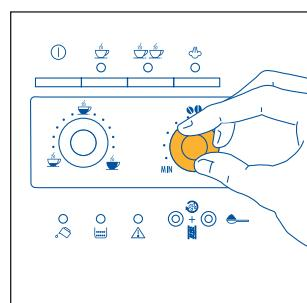
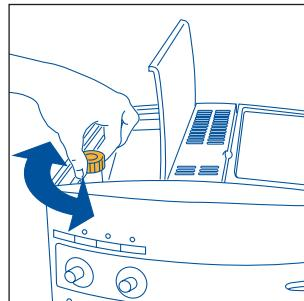

Fig. 7
Fig.17
- 2) 2) Reguler bryteren til høyre (fig. 7) for å stille inn ønsket smak på kaffen. Jo mer du vrir med urviserne, desto flere kaffebønner vil maskinen kverne og desto sterkere blir kaffen. Ved første gangs bruk må du prøve deg fram ved å lage flere kopper kaffe for å finne ut riktig innstilling av bryteren. Pass på ikke å vri for mye med urviserne, siden dette kan føre til at utslippet av kaffen blir for sent (dråper), spesielt hvis man ønsker å lage to kopper kaffe.
MERKNAD 1: Hvis kaffen renner ut i dråper eller ikke renner helt ut, må du vri knotten for regulering av kverningen (fig. 17) et hakk med urviseren (se avsnitt 6). Vri knotten ett hakk om gangen til kaffen strømmer riktig ut
MERKNAD 2: Hvis kaffen renner alfor fort ut og du ikke er fornøyd med skummet på kaffen, vri bryteren litt mot høyre (fig. 7) med urviseren. Gjør flere forsøk og lag mer enn én kaffe for å finne knottens ideelle posisjon. Pass på at bryteren ikke vris for mye med urviseren, idet det er fare for at vannet renner alfor sakte ut av maskinen (i dråper), spesielt hvis du ønsker to kopper kaffe. Hvis du etter noen kopper kaffe ennå ikke har oppnådd tilfredsstillende kaffekrem, vri også bryteren for innstilling av kverning (fig. 17) et hakk mot urviserne (se avsnitt 6).
For å løse dette problemet må du stille inn kverningsgraden på kaffekvernen ved å vri bryteren for kaffekverning (fig. 17) et hakk mot urviserne (som beskrevet i avsnitt 6).
Kaffekvernen trenger ikke å justeres, fordi den allerede er forhåndsinnstilt på fabrikken slik at utslippet av kaffen blir riktig. - Men hvis kaffen renner for fort eller for sent ut (dråper) etter at du har laget de første kaffekoppene, kan du stille inn kverningsgraden med bryteren (fig. 17). Ved å vri på bryteren ett hakk med urviserne (tilsvarende ett tall), kommer kaffen raskere ut (ikke i dråper).